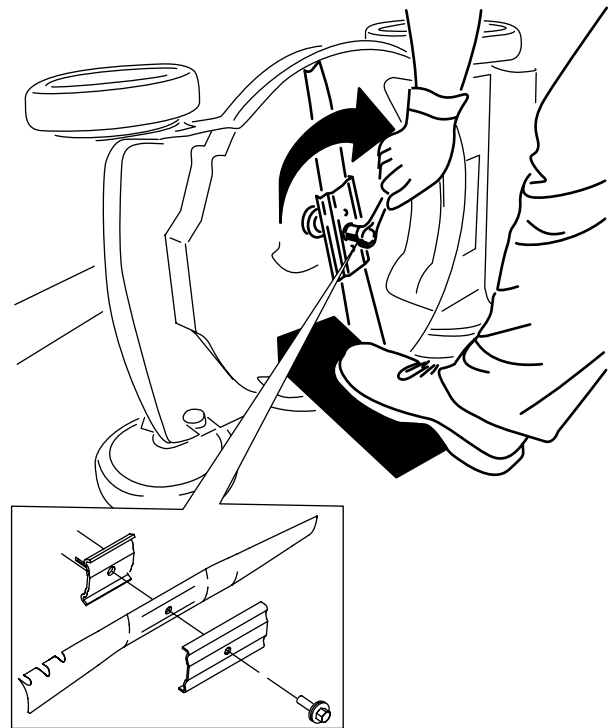

Figura 40
- Montate la nuova lama usando la bulloneria di montaggio (Figura 40).